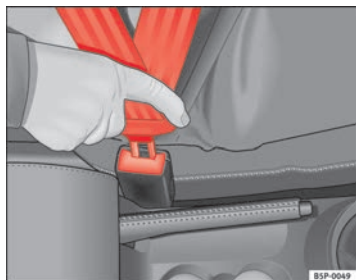

Abb. 12 Gurtschloss und Schloßzunge des Sicherheitsgurtes
- Stecken Sie die Schloßzunge in das zum Sitz gehörende Gurtschloss, bis es hörbar einrastet ⇒ Abb. 12.